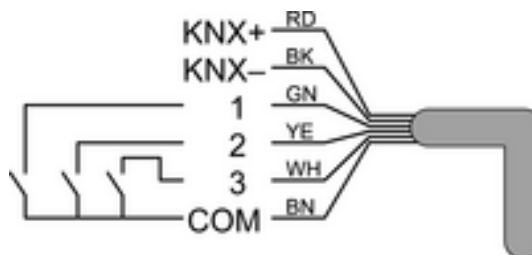

Рисунок 2
- При необходимости подключить гальванически развязанные контакты (6) к входам (рисунок 2).